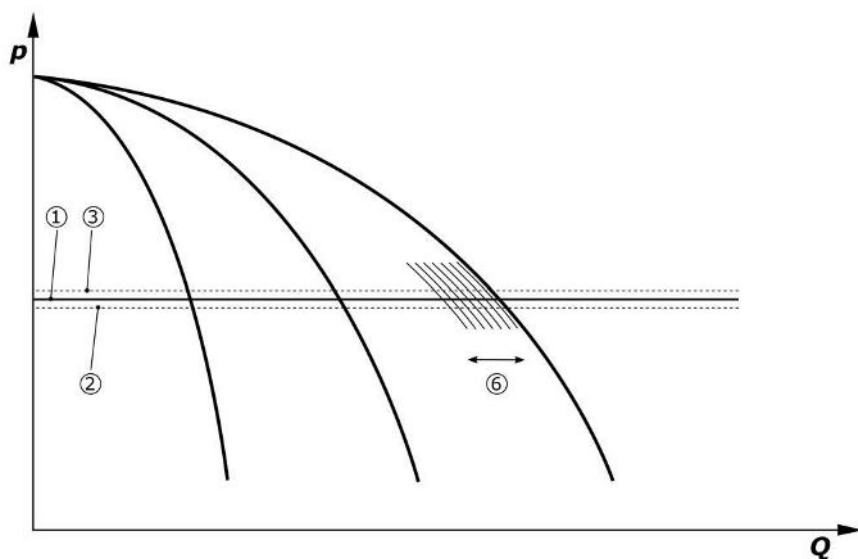

Fig. 7: Démarrage de la troisième pompe
Si aucun message « Externe Off », ni aucune panne ne s'affiche et que les entraînements et le mode automatique sont activés, une ou plusieurs pompe à vitesse variable (Fig. 7) démarrent lorsque la valeur passe en dessous du seuil d'activation (2). Les pompes fonctionnent à une vitesse de rotation synchrone commune. Seules les pompes qui démarrent ou s'arrêtent peuvent présenter brièvement une vitesse de rotation différente.